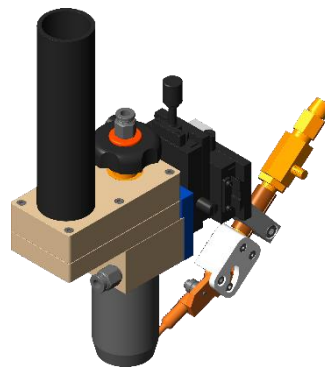

図8 サンアーク DS-TIG アドバンス溶接トーチ
- (2) 別売の DS-TIG アドバンス溶接トーチ（図8）